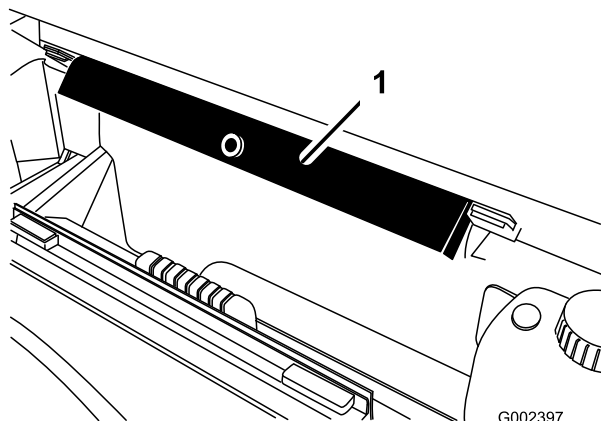

Figure 28
2. Sortez la béquille de sécurité des supports de rangement au dos de l'arceau de sécurité (ROPS) (Figure 28).